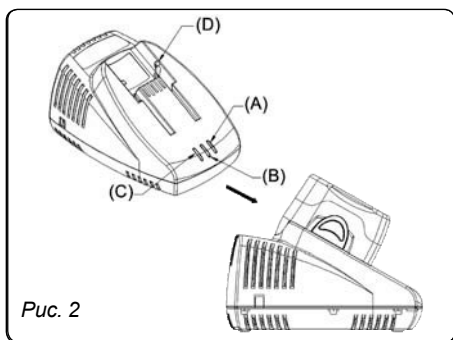

Рис. 2
Убедитесь, что напряжение электросети соответствует техническим данным, обозначенным на корпусе зарядного устройства. Подключите устройство в электросеть. Зажженный оранжевый индикатор (A) Рис. 2. показывает, что устройство готово к работе.